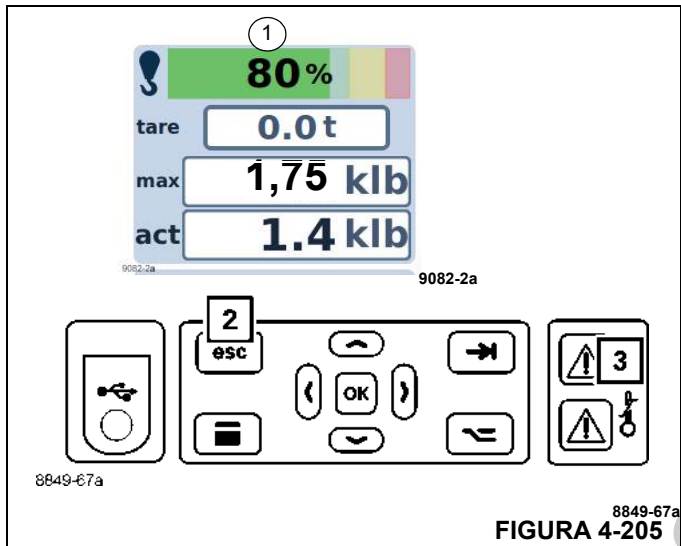

FIGURA 4-205
- Um tom intermitente de campainha soará. Após cinco segundos, será possível desligar o tom de campainha usando o botão (2, Figura 4-205).
- A lâmpada (3) acende.
- O mostrador (1) exibe o grau de utilização atual, por exemplo, 80%; a barra fica verde.